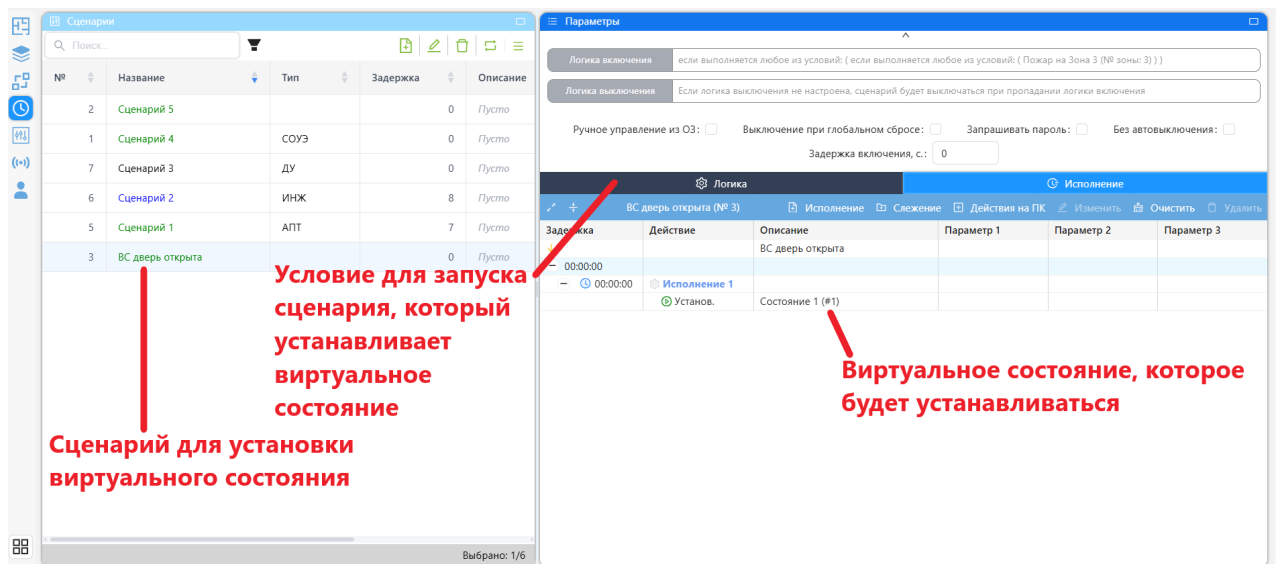

Рисунок 7.112 – Сценарий для включения виртуального состояния
- г) создайте сценарий для включения (использования) данного виртуального состояния. В условиях логики сценария должны быть прописаны проектные условия (открытие двери, достижение уровня, постановка/снятие с охраны и т.п.), которые возникают на приборе, отличном от того, где запускается исполнительный блок. В исполнительном блоке данного сценария укажите действие с виртуальным состоянием в соответствии с рисунком Рисунок 7.112.